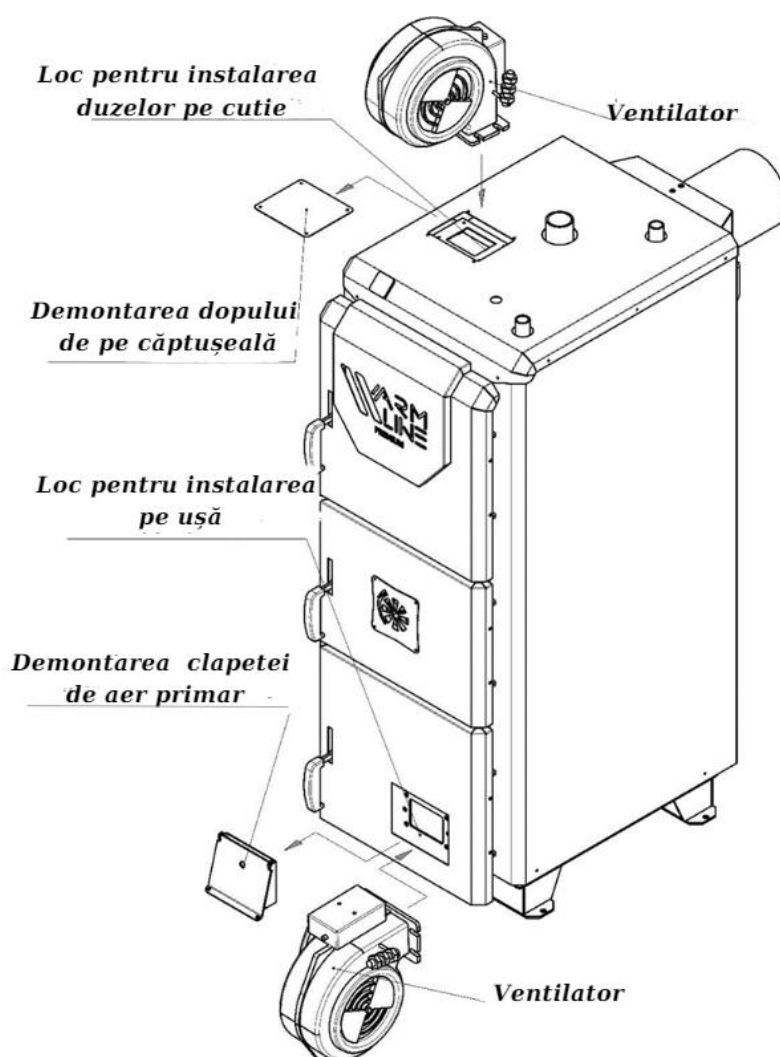

Fig. 8. Schema de instalare a ventilatorului
2. Instalarea ventilatorului trebuie efectuată în conformitate cu fig. 8. Ventilatorul poate fi instalat în două locuri special desemnate ale cazanului: